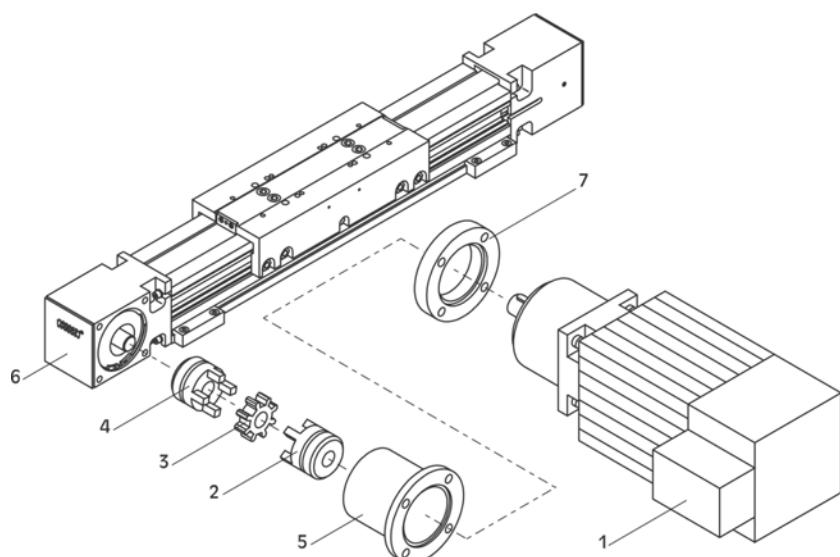

Fig. 6: Azionamento elettrico WIESEL SPEEDLine®
1. **Fig. 6 e 7:** Posizionare il motore (1) nella posizione di montaggio vicino al modulo lineare.
3. Montare la metà del giunto (4) sull'albero motore del modulo lineare (vedi tabella capitolo 10 "Dati tecnici").
4. Fissare la flangia attacco motore (5) con le viti sulla sede del cuscinetto fisso (6).
5. Spingere la corona dentata (3) sulla metà del giunto del modulo lineare.
6. Montare la seconda metà del giunto (2) sull'alberino di azionamento del motore (vedi tabella capitolo 10 "Dati tecnici").
7. Fissare il motore con la metà del giunto mediante le quattro viti alla flangia attacco motore (5) (eventualmente con flangia intermedia (7)). Durante questa operazione accertarsi che l'albero motore non sia sottoposto a pressioni assiali.